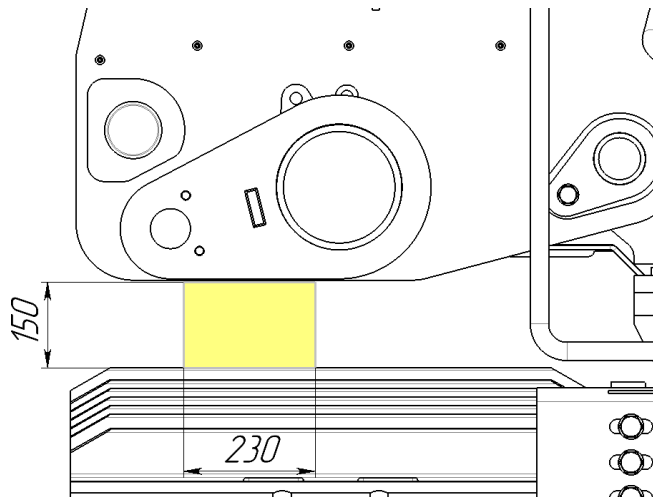

Рисунок 3.151. Рекомендованное расположение бруса под правой консолью
► При транспортировке железнодорожным транспортом между правой консолью портала и гусеницей расположите деревянный брус размером 150х230 мм, см. рис. 3.151. Необходимо обеспечить надежную фиксацию бруса от перемещений.